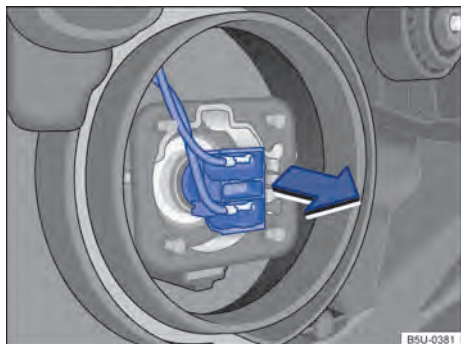

Fig. 155 Acesso à lâmpada incandescente do farol baixo.
- 5 **Farol baixo** **A**, puxar a lâmpada no sentido da seta → Fig. 155 para desencaiá-la do suporte.